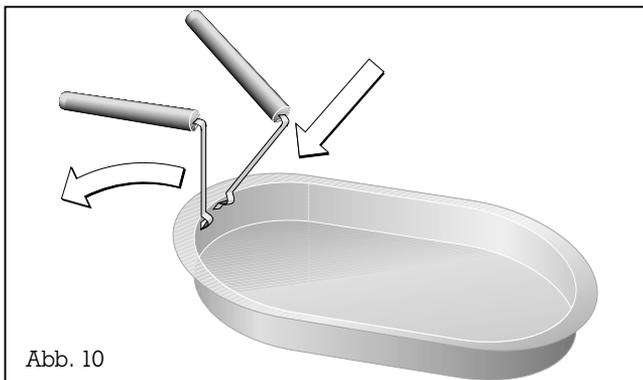

Abb. 10
- Heben Sie den Griff nach oben (Abb. 10).